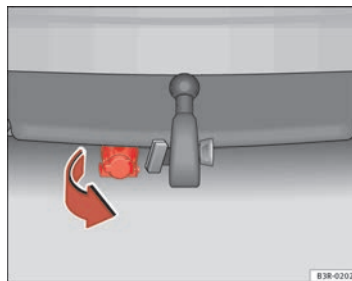

Fig. 158 Parachoques trasero: Pivotar hacia abajo la toma de corriente para el remolque
- Bascule hacia abajo la toma de corriente que se encuentra bajo el parachoques para conectar los cables del remolque ⇒ página 212, fig. 158.